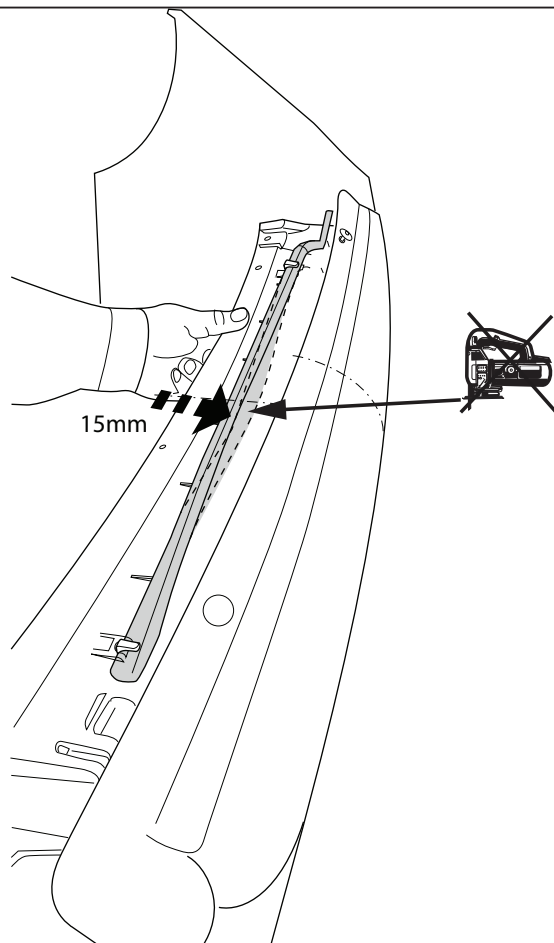

Fig. 3
7. Переместите датчик если имеется. См. рисунок 3.